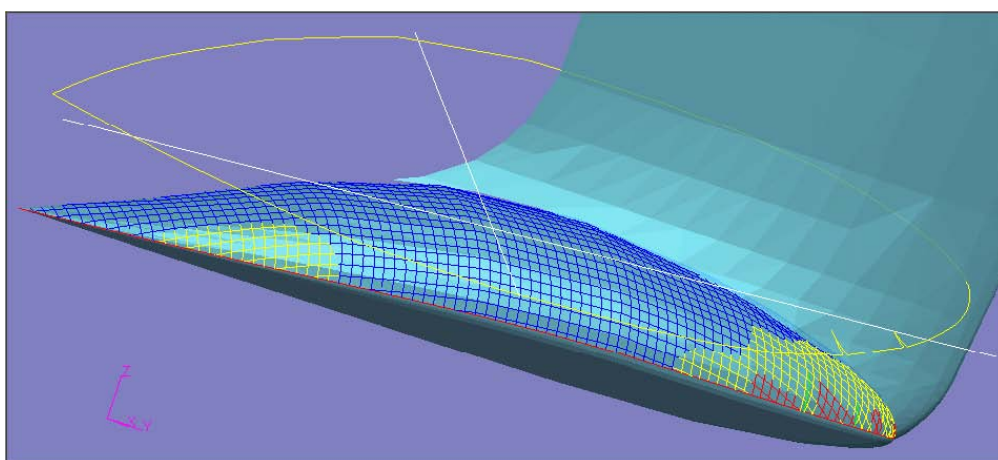
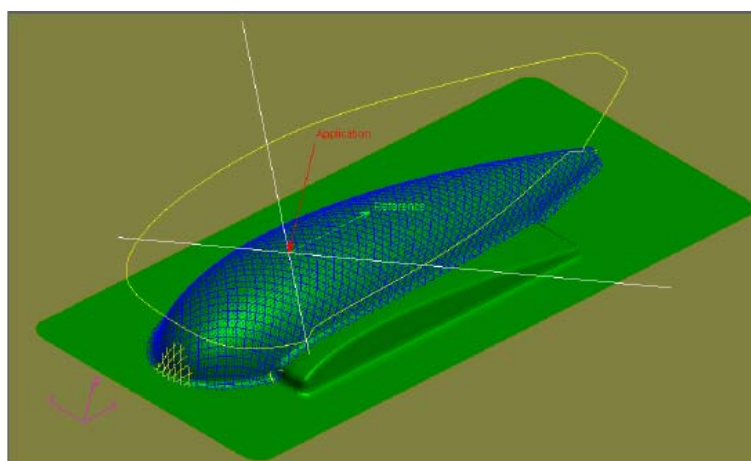
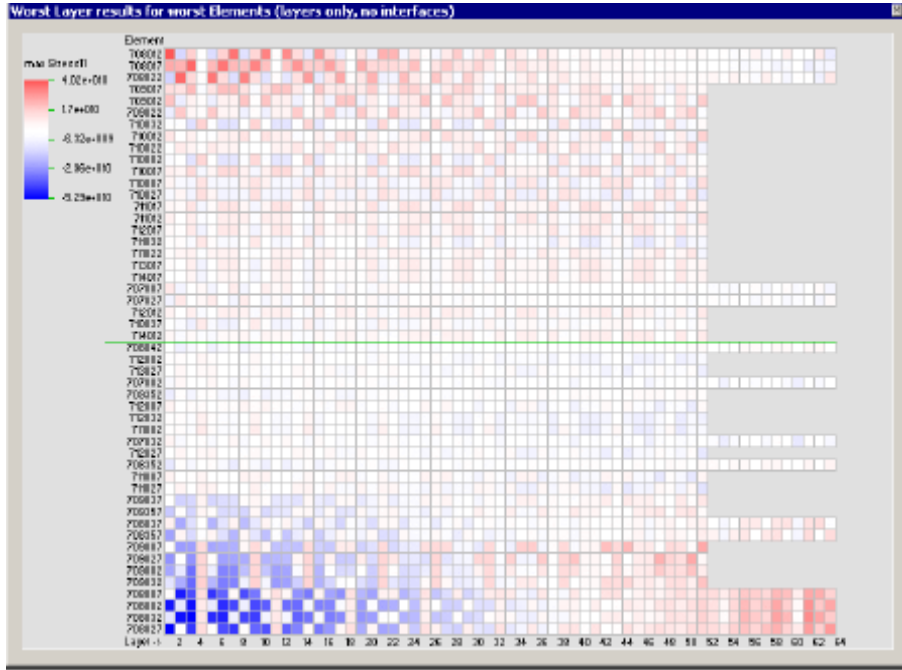

图7 模拟铺覆高曲率曲面
图8 试验结构的铺覆模拟结果
图9 显示高应力单元逐层应力分布的独特视图
- (1) 材料铺覆模拟,如图7、图8所示;
- (2) 用Laminate Tools建立的铺层，可以用来转换单层信息到适合进行有限元分析的层状材料特性，然后在所选用的有限元软件中使用该信息；
- (3) 以适用于复合材料的特定方式对有限元分析结果进行后处理，包括审查单独全部全局层的能力，如图9所示；